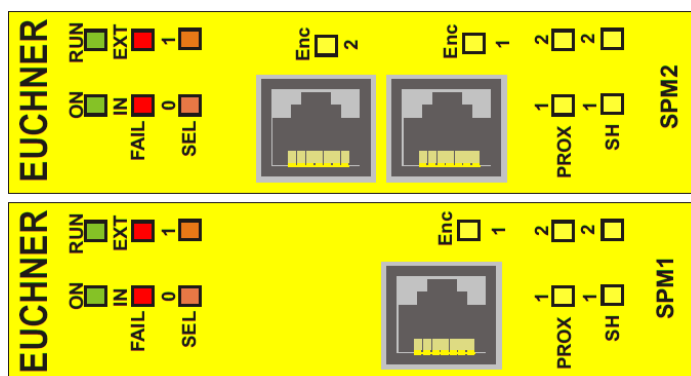

Figure 26 :
8.3.14. Modules SPMO – SPM1 – SPM2 (Figure 26)